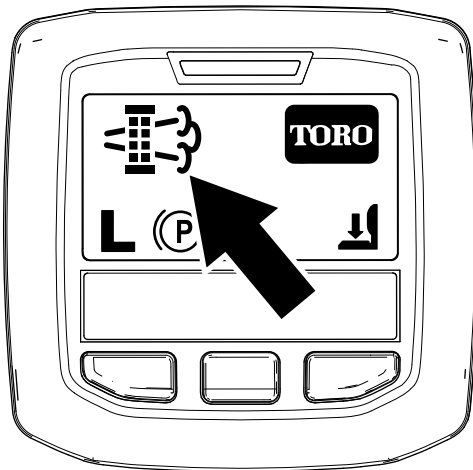

Figure 50
- Quand le calculateur moteur demande une régénération en stationnement ou une régénération d'urgence, l'icône de demande de régénération (Figure 50) s'affiche sur l'InfoCenter.